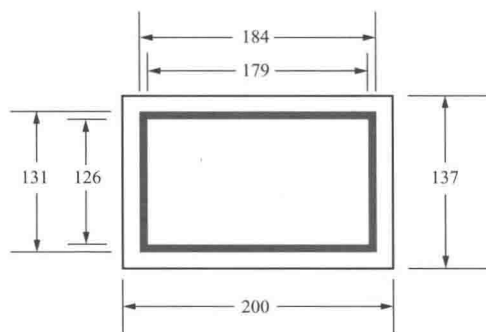

图 1-14 避雷器标志牌尺寸参考类型（一）
(3) 避雷器标志牌尺寸参考类型（二）如图 1-14 所示。